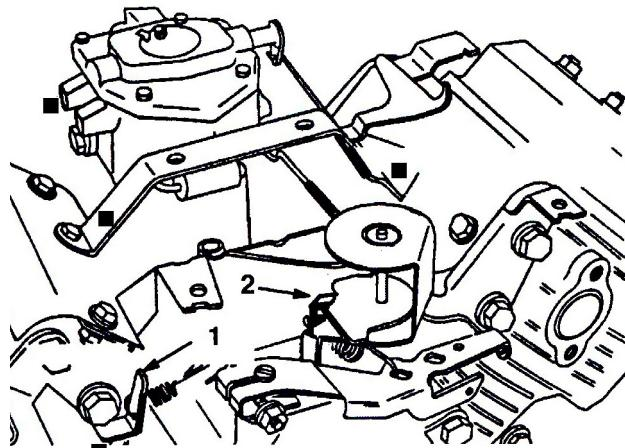

図 38
3. 調速アイドル・スプリング・アンカーの耳(図38)を曲げて 1625 ± 50 rpm に調整する。タコメータで速度を確認のこと。
5. スロットル・コントロールを FAST 位置とする。高速アイドル・スプリング・アンカー(図38)の耳を曲げて、 2850 ± 50 rpm となるように調整する。